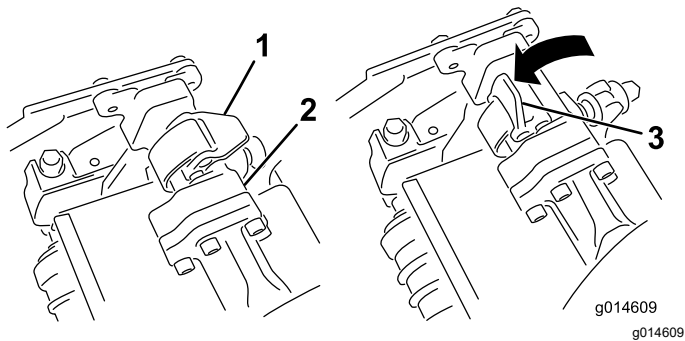

Figura 52
3. Com os fechos na barra do braço de suspensão a apontar para cima (i.e. abertos) (Figura 52), empurre o braço de suspensão para baixo de forma a que a barra passe pela barra através da parte superior da unidade de corte (Figura 53).
4. Feche os fechos para baixo e em redor da barra da unidade de corte e bloqueie-os no sítio (Figura 52).
4. Abra os fechos na barra do braço de suspensão da unidade de corte que está a remover (Figura 52).